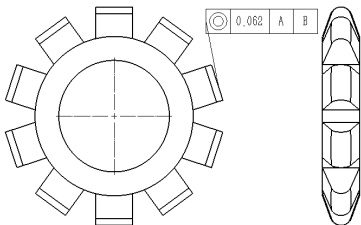

图 12-45 调整形位公差的字体大小
(5) 单击【确定】按钮，即可调整形位公差的字体大小，效果如图 12-45 所示。